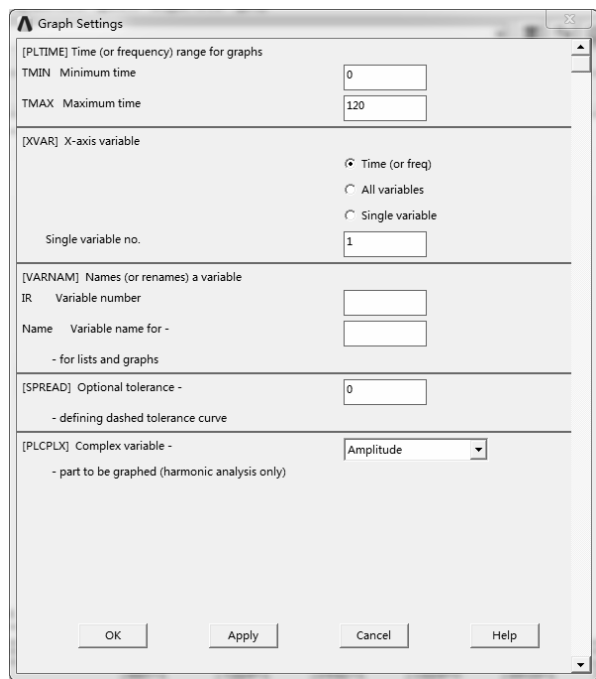

图 8-132 “Graph Settings”对话框
- 5) 选择“Main Menu>TimeHist Postpro>Settings>Graph”命令，弹出“Graph Settings”对话框，在“Maximum time”文本框中输入 120，设置显示时间为 120s，如图 8-132 所示。